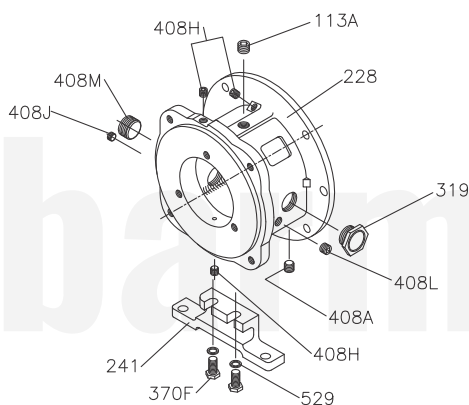

Figura 34
- Instale en la caja de rodamientos todos los tapones roscados (el tapón de drenaje de aceite, los cuatro tapones de conexión neblina de aceite, los dos tapones de entrada y salida del enfriador de aceite, etc.) además de la mirilla de aceite y los dos pernos guía (vea la figura 34).